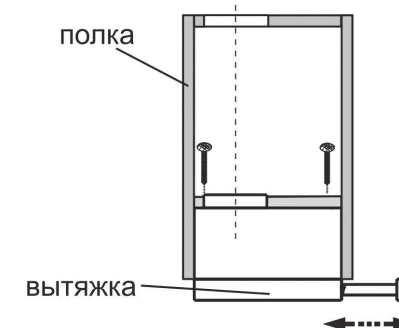

Рисунок 5
- вырежьте дополнительное отверстие в верхней полке шкафа (рисунок 5) для воздуховода при работе в режиме «вытяжки» и для свободного прохождения воздуха при работе в режиме «рециркуляции»
- выдвижная панель при движении не должна задевать за переднюю панель полки и царапать ее (рисунок 5).